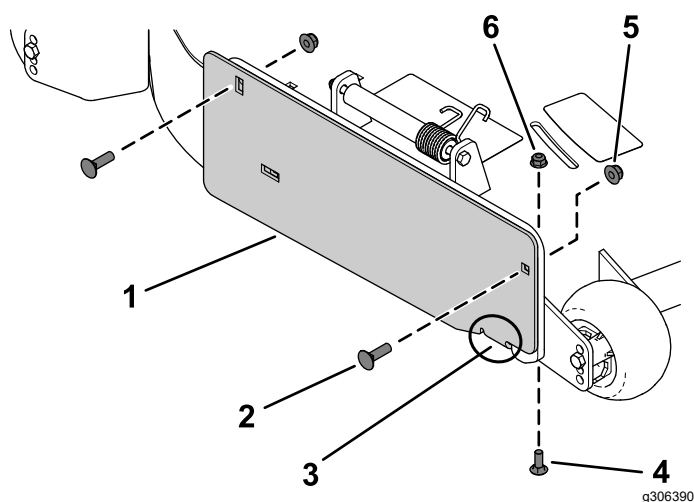

Figura 2
1. Fissate la piastra di copertura dello scarico sul lato esterno della staffa di montaggio utilizzando 2 bulloni a testa tonda (3/8" x 1 1/4") e 2 dadi di bloccaggio (3/8") come illustrato nella Figura 2.
2. Fissate l'aletta sul lato interno del piatto di taglio utilizzando 1 bullone a testa tonda (5/16" x 7/8") e 1 dado flangiato (5/16") come illustrato nella Figura 2.